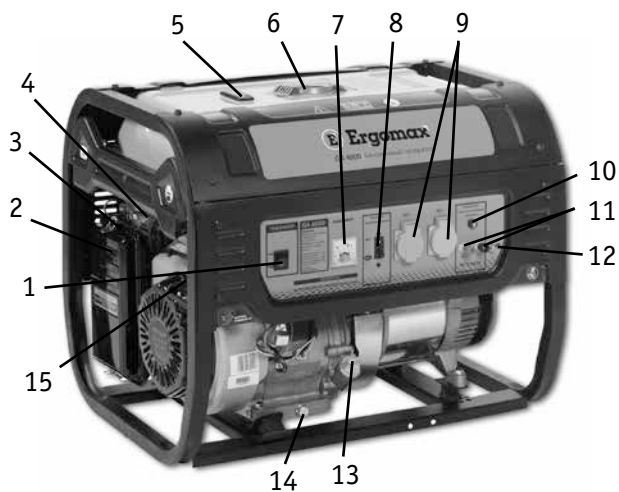

Рис. 1.1
Внешний вид генераторов и расположение элементов управления представлено на **рис. 1.1** и **1.2**.
1. Открутите крышку маслозаправочной горловины (13) (**рис. 1.1**) и вытрите щуп крышки чистой тряпкой (**рис. 2.1**).
Проверьте уровень топлива по шкале уровня топлива (5) (**рис. 1.1**), если уровень топлива низкий, то:
1. Открутите крышку топливного бака (6) (**рис. 1.1**).
**ВНИМАНИЕ!** Перед пуском двигателя убедитесь, что ни один электроприбор не подключен к генератору, а выключатель выходного напряжения (8) находится в положении «ВЫКЛ» (рис. 1.1).
3. Переведите выключатель двигателя (1) (**рис. 1.1**) в положение «ВКЛ».
4. Потяните на себя рукоятку стартера (15) (**рис. 1.1**), пока не почувствуете натяжение шнура стартера, затем резко дерните рукоятку на себя. Аккуратно верните на прежнюю позицию рукоятку стартера. Повторите несколько раз, пока двигатель не заведется.
1. Подсоедините кабель зарядки к соединителям постоянного тока (11), а затем к клеммам батареи (**рис. 1.1**).